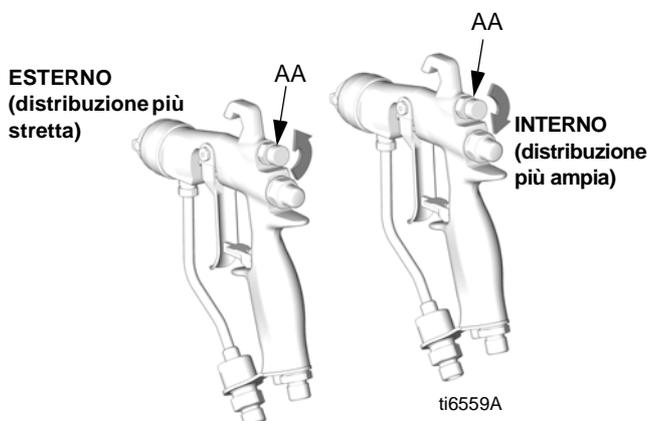

Fig. 4. Manopola aria del getto
1. Vedere FIG. 4. Chiudere l'aria di regolazione della distribuzione ruotando completamente la manopola (AA) in senso orario (verso l'interno). In questo modo la pistola viene impostata sul getto più largo.
3. Vedere FIG. 4. Per una distribuzione più stretta, ruotare la manopola della valvola di regolazione (AA) della distribuzione in senso antiorario (verso l'esterno). Se il ventaglio non è abbastanza ristretto, aumentare di poco la pressione dell'aria alla pistola o utilizzare un ugello di dimensioni diverse.